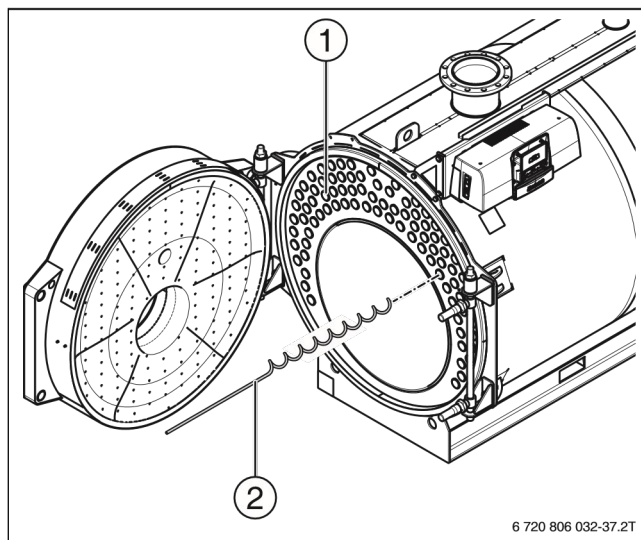

Рисунок 18 Удаление турбулизаторов
Датчики предохранительного ограничителя температуры (STB) и регулятора температуры (TR) **должны** устанавливаться в точках замера на верхней стороне котла (→Рисунок 18 и Рисунок 19).
Датчики предохранительного ограничителя температуры (STB) и регулятора температуры (TR) должны устанавливаться в точках замера на верхней стороне котла (Рисунок 18 и Рисунок 19).